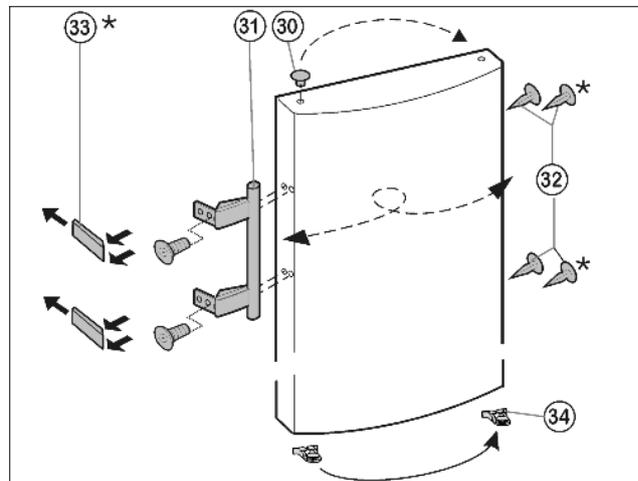

Fig. 7
- ▶ Faire déclipper le crapaud élastique Fig. 7 (34) hors de la porte et le placer du nouveau côté de la charnière.
- ▶ Enlever le bouchon Fig. 7 (30) du coussinet de la porte et le mettre de l'autre côté.
- ▶ Démontez la poignée de porte Fig. 7 (31), le bouchon Fig. 7 (32) et les plaques d'appui Fig. 7 (33) puis les repositionner sur le côté opposé